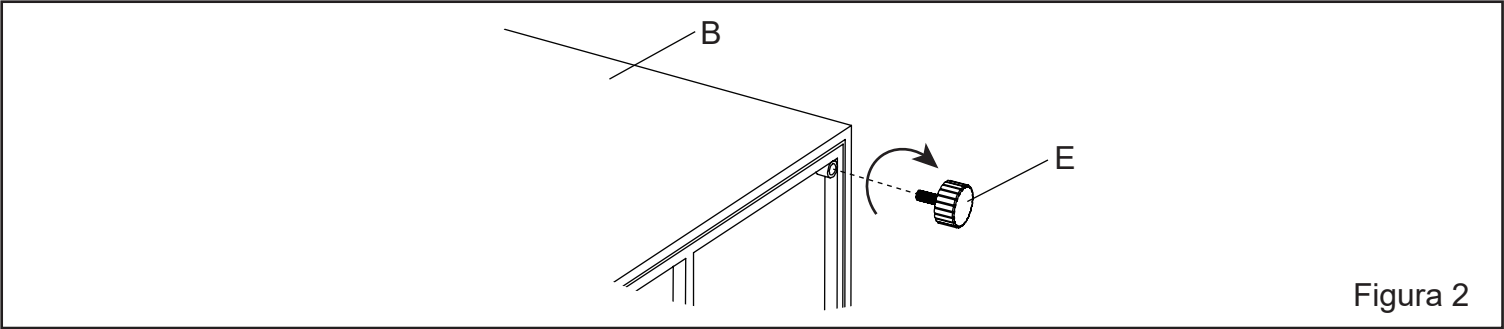

Figura 2
3. Con l'aiuto di un'altra persona, posizionare con cautela il braciere (B) su una superficie piana non abrasiva per evitare graffi, controllare i quattro angoli nella parte inferiore del braciere, quindi allineare il piedino scorrevole (E) con il foro della vite e avvitare in senso orario (vedere Figura 2).